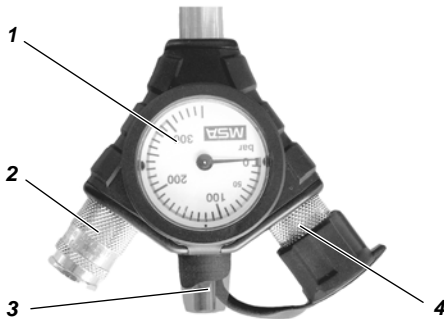

Fig. 3 Combo-drukmeter
De combo-drukmeter (zie Fig. 3) is verbonden met het uiteinde van de multikanaalslang. Hij bestaat uit de druksmeter (1) zelf, de koppeling voor het ademautomaat (2) en eveneens uit een akoestische waarschuwingsvoorziening (3) (fluitsignaal). Hij activeert een continu alarmsignaal wanneer de cilinderdruk daalt onder 55 ± 5 bar. De tweede aansluiting (4) verbindt een tweede ademautomaat (bijv. back-up set).